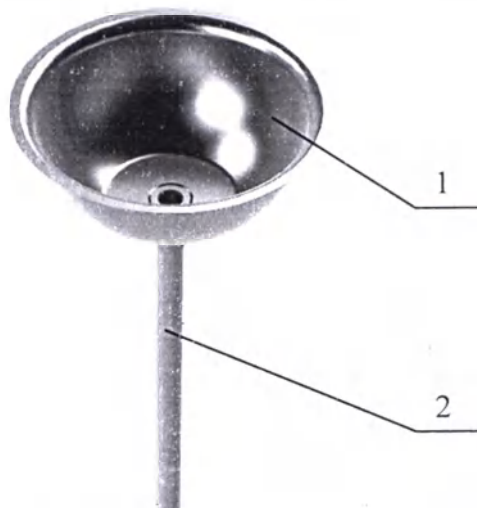

Рисунок 3. Ёмкость с дренажной системой.
3. Ёмкость с дренажной системой (Рисунок 3).